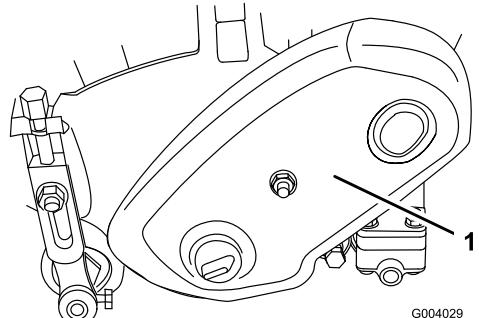

図 37
1. ベルト・カバー取り付けネジ（図 37）を外してベルトを露出させる。